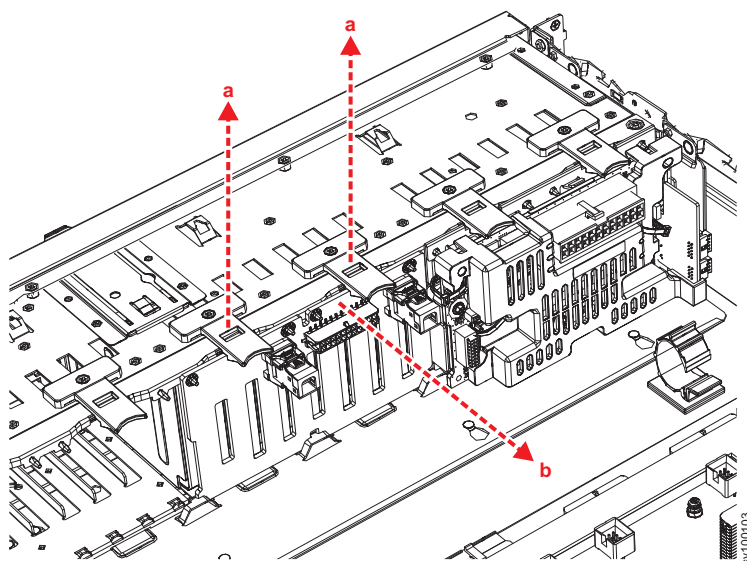

Figura 133. Removendo o Painel Traseiro da Unidade SATA do 2145-SV1
8. Levante as duas guias frontais e gire o conjunto do painel traseiro em direção à parte traseira do nó para removê-lo, conforme mostrado em Figura 133 na página 166.